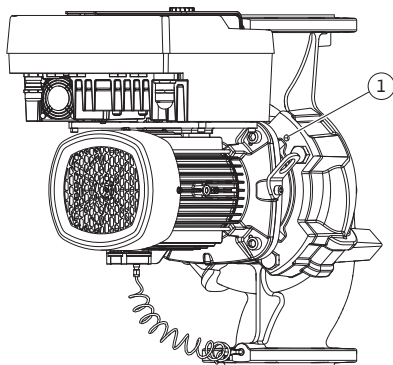
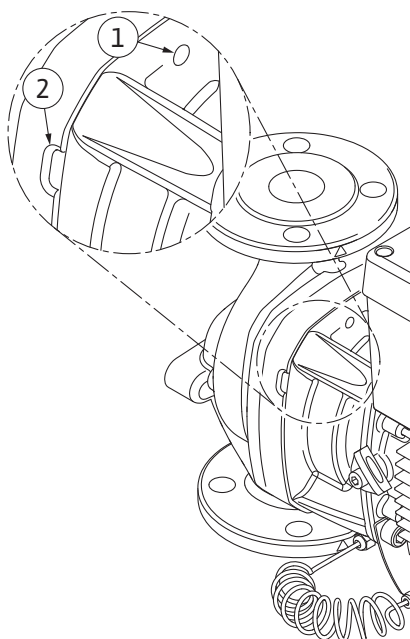

Fig. 108: Διαχωρισμός πτερωτής κινητήρα μέσω διατρήσεων σπειρώματος
Fig. 109: Διατρήσεις σπειρώματος και εγκοπές για την απόσπαση της πτερωτής κινητήρα από το κέλυφος της αντλίας
12. Για τον τύπο αντλίας (Fig. III, IV) ξεβιδώστε τις βίδες θέση 29. Αξιοποιήστε τις δύο διατρήσεις σπειρώματος που βρίσκονται δίπλα (Fig. 108, θέση 1) και χρησιμοποιήστε κατάλληλες βίδες από τον εγκαταστάτη (π.χ. M10 x 25 mm). Αποσπάστε την πτερωτή κινητήρα από το κέλυφος αντλίας.
Για τον τύπο αντλίας (Fig. I και Fig. II), αξιοποιήστε τις δύο διατρήσεις σπειρώματος M10 (βλ. Fig. 108) και χρησιμοποιήστε κατάλληλες βίδες που παρέχονται από τον εγκαταστάτη (π.χ. M10 x 20 mm). Για την απόσπαση μπορείτε να χρησιμοποιήσετε επίσης τις εγκοπές (Fig. 109, θέση 2).